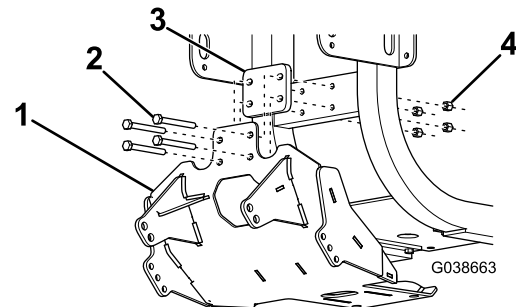

Figura 1
3. Sujete la placa de protección del quitanieves y la placa espaciadora al bastidor del vehículo usando 4 pernos (M10) y 4 tuercas (M10), y apriete las fijaciones a mano solamente (Figura 1).